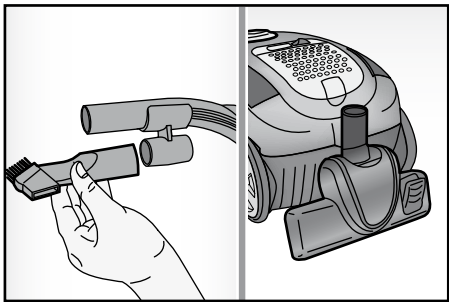

Fig. 5
Riporre quindi l'apparecchio, inserendo il porta accessori (14) sull'impugnatura (18) ed aggancian-dovi l'aspiratore fessure (15) e l'aspiratore piccolo (13). La spazzola (11) può essere agganciata sul retro dell'apparecchio (Fig. 5).